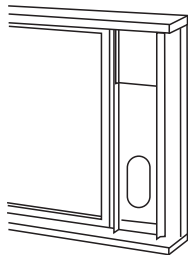

Fig.16
3. Corte el sello de espuma (tipo adhesivo) a una longitud adecuada y péguelo en el tope de la ventana. Enseñado en Fig. 16